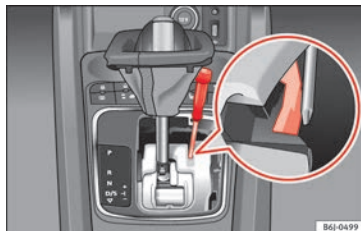

Bild 46 Manuell frikoppling av väljarspaken
- För den gula plastdelen med fingret i pilens riktning » bild 46.